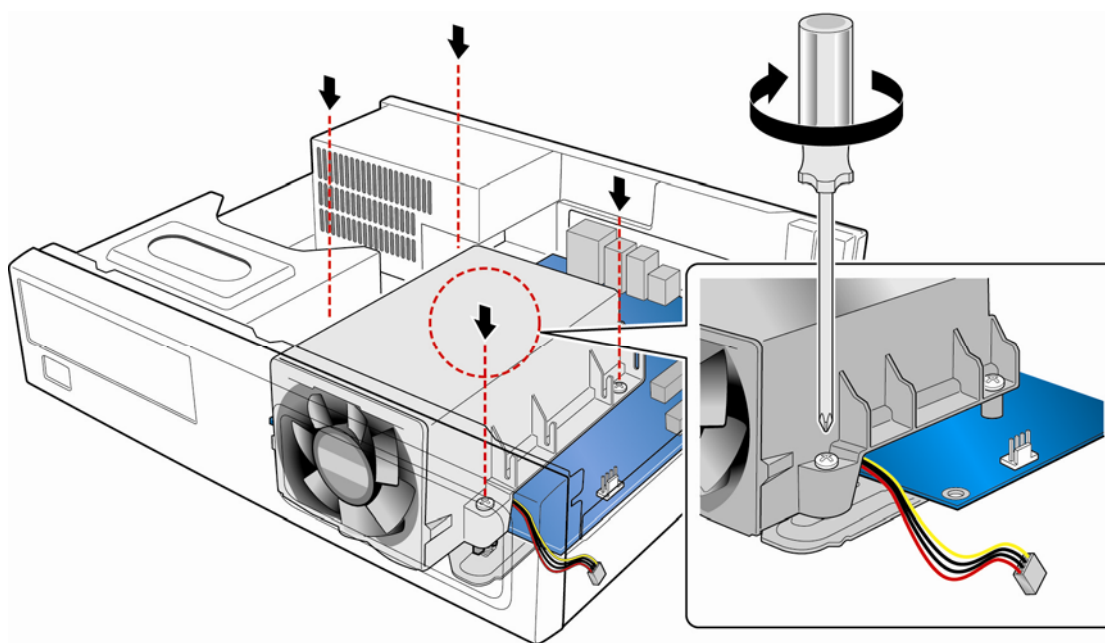

图 14. 固定散热模块
4. 拧紧散热模块各个角上的紧固螺丝（参见图 14）。拧紧螺丝无顺序要求。